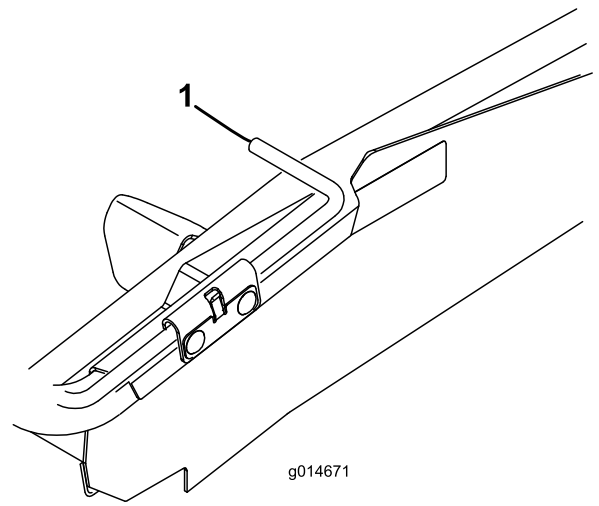
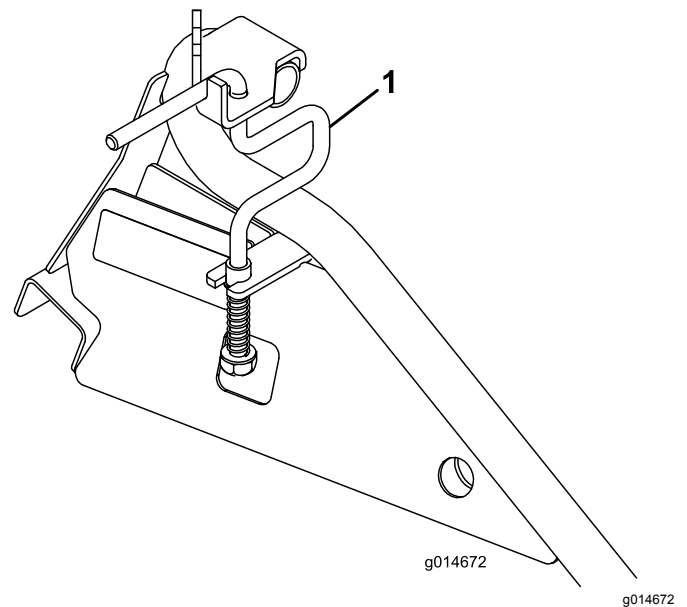

図 13
図 14
2. フラットランプの場合は、ホイールロッドを上に戻し図 13、レールランプの場合は、ランプと平行にオープンなるように回す図 14。
- フラットランプの場合は、ホイールロッドを下向きにしてグリーンモアの移動走行用タイヤの上にくるようにセットする図 13。
- レールランプの場合は、ホイールロッドを引き上げてグリーンモアの移動走行用タイヤの後ろにくるようにセットする図 14。